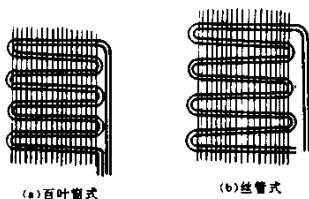

图 2-4-6 自然对流冷凝器
(2) 冷凝器: 冷凝器是一种热交换器。其作用是使压缩后的气态制冷剂通过冷凝器将热量放出, 重新变成液态制冷剂。电冰箱的冷凝器均为空气冷却式, 它可分为自然对流式和强制通风式两类。前者依靠空气的自然对流将冷凝器的热量带走; 后者利用风扇强制空气流动实现散热。一般功率在 200W 以下的家用电冰箱多数采用自然对流冷凝器。自然对流冷凝器又可分为百叶窗式和丝管式 (钢管钢丝式) 两种, 其结构如图 2-4-6 所示。百叶窗式冷凝器是把冷凝器盘管紧卡在百叶窗状的散热片上, 靠空气对流来形成冷凝条件。